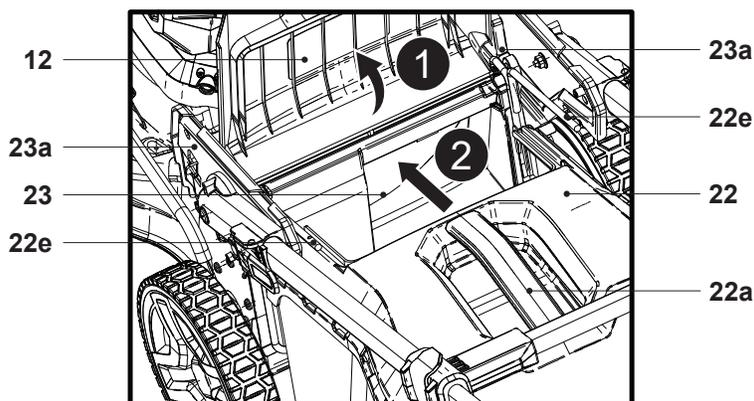

Fig. 6
3. Ouvrir le déflecteur (12) et le maintenir ouvert (Fig. 6, étape 1).
4. Transporter le bac de ramassage (22) par sa poignée de transport (22a).
5. Aligner les deux crochets du bac de ramassage (22e) sur les mousquetons (23a) et y accrocher le bac de ramassage (22) (Fig. 6, étape 2).
6. Ensuite, dégager le déflecteur (12) avec précaution.